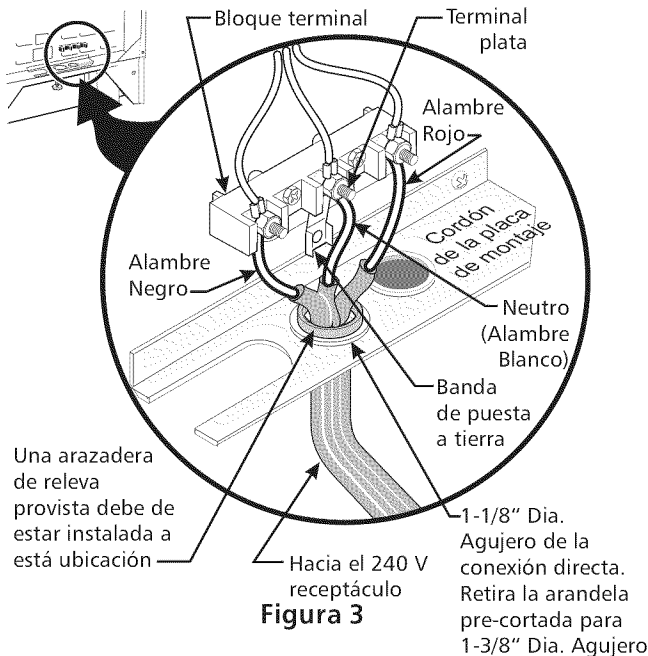

Figura 3
**NOTA:** La estufa viene de fábrica preparada para funcionar con un hueco de 1 1/8" de diámetro como se muestra en la figura 3. En caso de necesitarse un hueco más grande retire la cubierta.
Si los códigos locales permiten la conexión del conductor de tierra del marco con el alambre neutro del cordón eléctrico de cobre (vea Figura 3):